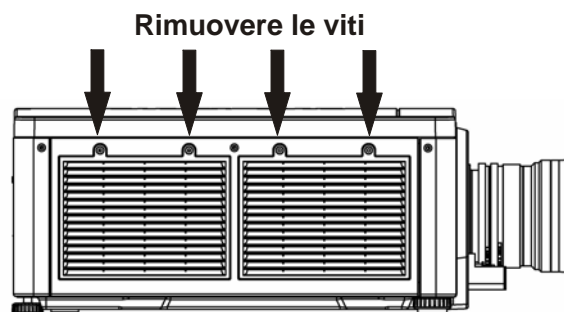

FIGURA 4-1 SOSTITUZIONE DEL FILTRO
1. Svitare le 2 viti prigioniero sulla parte superiore di ciascuno sportello del filtro; fare riferimento a Figura 4-1 Sostituzione del filtro. Appoggiare lo sportello a terra, lontano dal proiettore.
1. Svitare le 2 viti prigioniero sulla parte superiore di ciascuno sportello del filtro; fare riferimento a *Figura 4-1 Sostituzione del filtro*. Appoggiare lo sportello a terra, lontano dal proiettore.